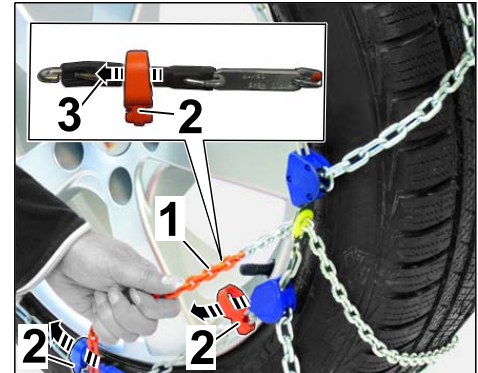

Figura 12
2.3.2 Pasar la goma de tensar con el gancho a través de la armella de plástico (⇒ *Figura 12-detalle, flecha*).